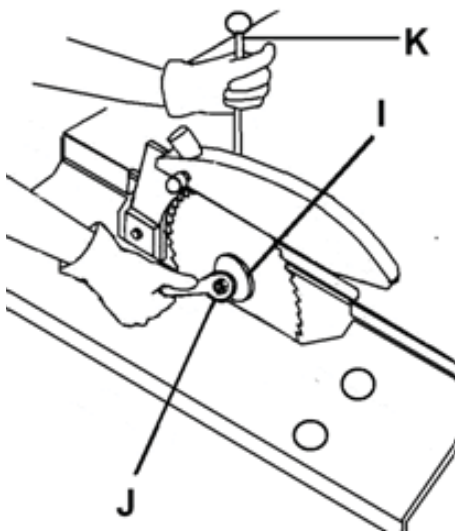

Рис. 19
- Ослабьте натяжную гайку (J, Рисунок 19).
- При помощи стопорного штифта (K) зафиксируйте осевой блок диска от прокручивания.